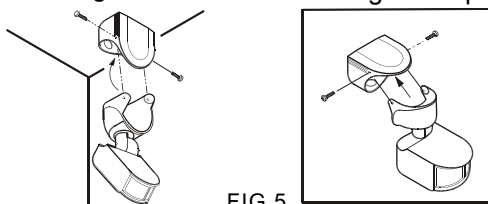

FIG.5
- Confirme as ligações e certifique-se que estão correctas. Junte a base e a tampa do sensor e fixe-as com 2 parafusos (Ver FIG.5)